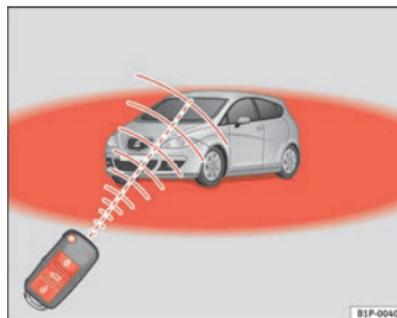

Fig. 64 Raggio d'azione del telecomando
- Il telecomando funziona soltanto se azionato all'interno del suo campo d'azione ⇒ pag. 107, fig. 64 (settore rosso).
- Se si sblocca il veicolo con il tasto  ① ed entro 30 secondi non si aprono né le porte né il portellone posteriore, il veicolo si richiude automaticamente. Questa funzione impedisce che il veicolo permanga involontariamente aperto per un periodo di tempo prolungato.